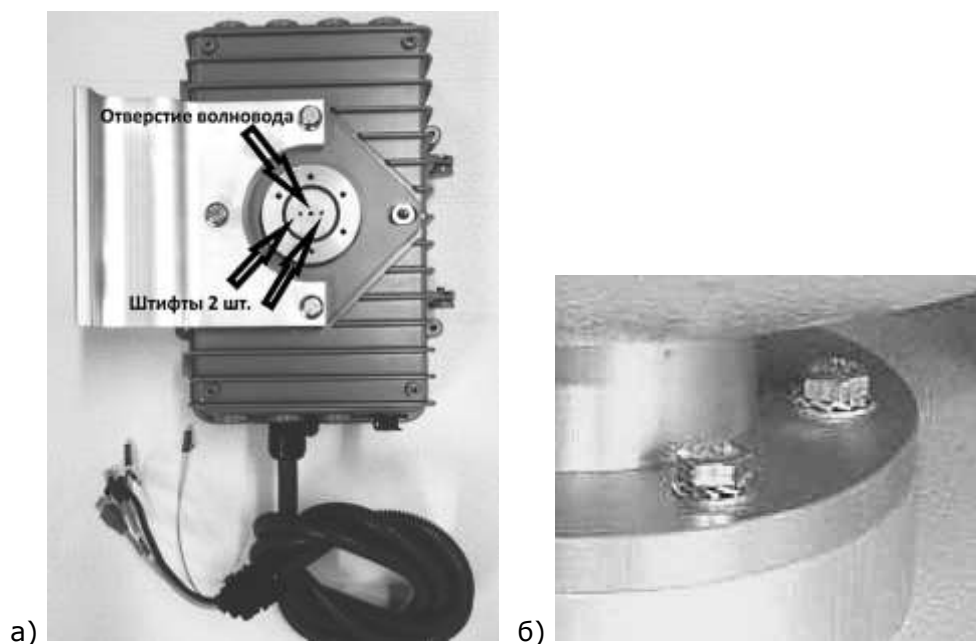

РИС. 4.3
- Установите антенну на приемопередатчик по принципу фланец к фланцу согласно штифтам, предварительно удалив защитные ленты с волноводных каналов. Волноводы не являются полярными, т.е. антенну относительно приемопередатчика можно состыковывать в любом положении, вращая взаимно вплоть до 180° - главное, чтобы волноводные каналы состыковались по штифтам (Рис. 4.3а).
- Используйте 6 болтов М4 из комплекта поставки антенны для крепления фланца антенны к фланцу приемопередатчика (Рис. 4.3б). Затягивать болты М4 следует в 2 приёма (предварительная и окончательная затяжка), каждый раз "крест-накрест", - чтобы избежать перекосов. Максимальный момент окончательной затяжки болтов М4 не более 2.5 нм (плотно, но без чрезмерной силы).